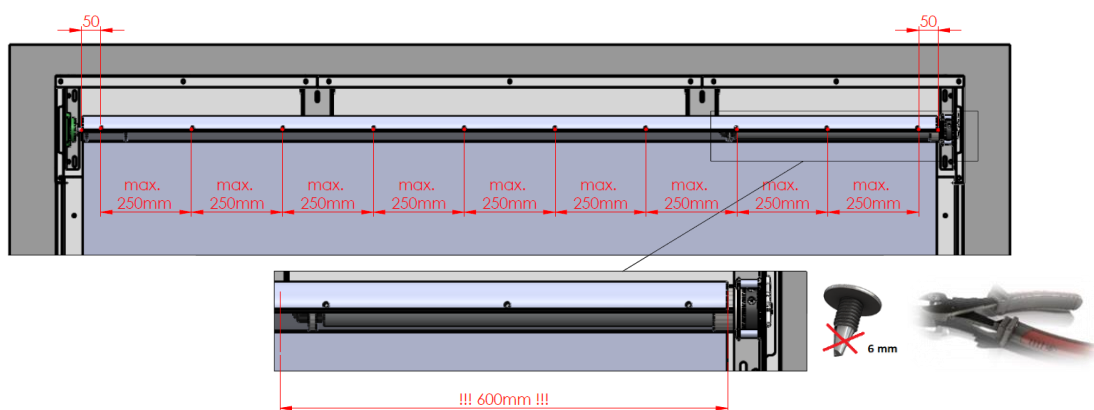

Fig. 14
- Visser le manteau avec des vis autoperceuses 4,2 x 13 mm fournies par le fabricant, avec un espacement ne dépassant pas 250 mm (voir figure 14).